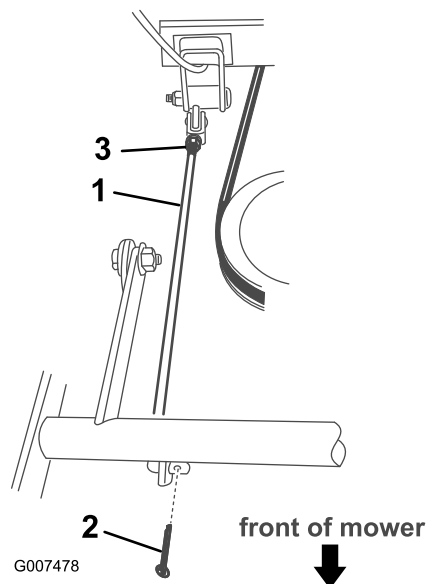

Bild 36
7. Entfernen Sie den Splint vorne an der Einstellstange (Bild 36).
8. Lösen Sie die Mutter hinten an der Einstellstange (Bild 36).